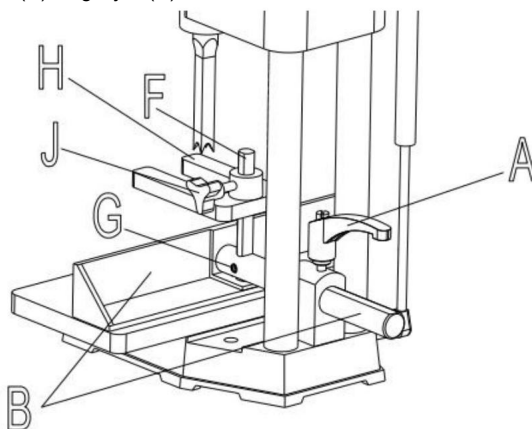

Fig.7
1. Localisez l'ensemble de la poignée et retirez la vis (A) Fig.7 et le ressort (B) de la poignée (C). Séparer la poignée (C) du goujon (D).
2. Insérez la barre de l'assemblage de clôture (E) Fig. 7, à travers le trou de la colonne comme indiqué.
3. Insérez la barre (F) Fig. 7, dans le trou situé sur le dessus de la clôture comme indiqué, et serrez l'ensemble vis (G) contre méplat sur la barre (F).
4. Assemblez le support (H) Fig. 7, sur la barre (F) comme indiqué, et serrez vis de réglage (J) contre le plat de la barre.